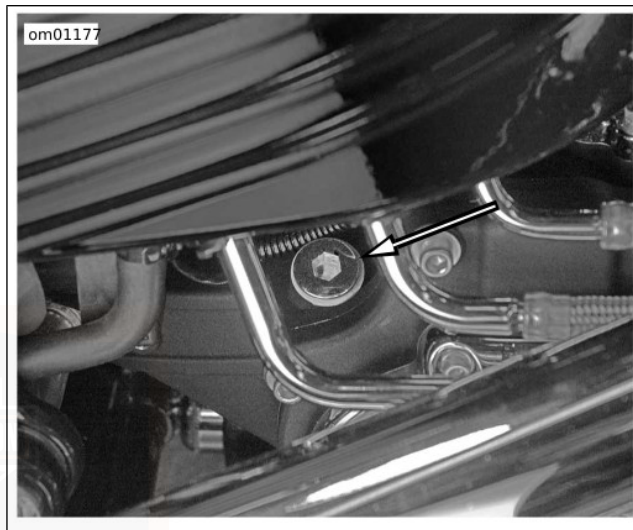

Figure 31. Bouchon de remplissage/jauge de la transmission (modèle FXCWC représenté)
2. Voir Figure 31. Retirer le bouchon de remplissage/jauge fileté en le faisant tourner dans le sens antihoraire.
1. Voir Figure 31. Retirer le bouchon de remplissage/jauge de la transmission.